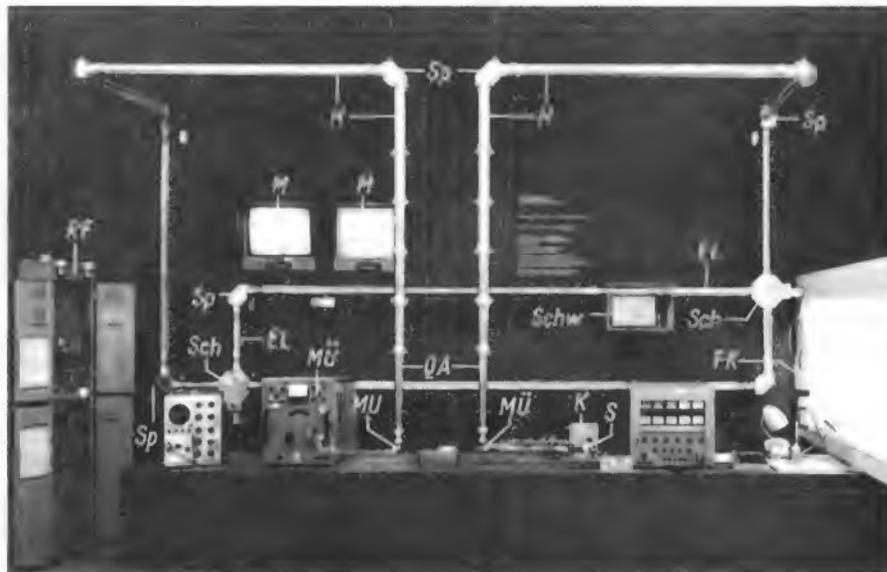

Bild 11. Hohlkabelstudio der Deutschen Bundespost auf der Internationalen Verkehrsausstellung 1965 in München. Erläuterung der Bezeichnungen im Text
Mit der Anlage (Bild 11) wurde auf der Internationalen Verkehrsausstellung in München die Übertragung breitbandiger Signale (Fernsehbild) in dämpfungsarmen Hohlkabeln mit der H_{01} -Welle demonstriert. Als Hohlkabel dienten runde Rohre (H) von 70 mm Innendurchmesser und kleinen mechanischen Toleranzen, die aus einer Aluminiumlegierung bestanden. Zur Verringerung der Störmodenamplitude hatten die Al-Rohre an der inneren Wand einen dünnen dielektrischen Belag von etwa $50 \mu\text{m}$ Stärke mit einer Dielektrizitätskonstanten von $\epsilon \approx 3$ und einem dielektrischen Verlustwinkel von $\tan \delta \approx 10^{-4}$.